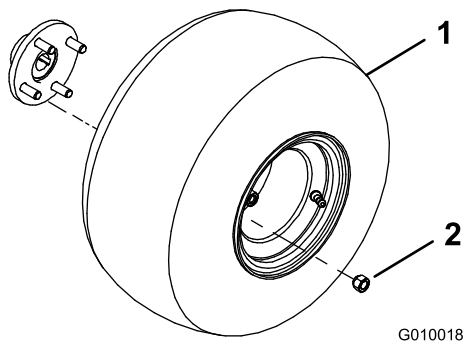

图3
- 将车轮总成安装到各个后轮轮毂 (图3)。
3. 安装车轮螺母（图3），并上紧扭矩至 61~75N•m。